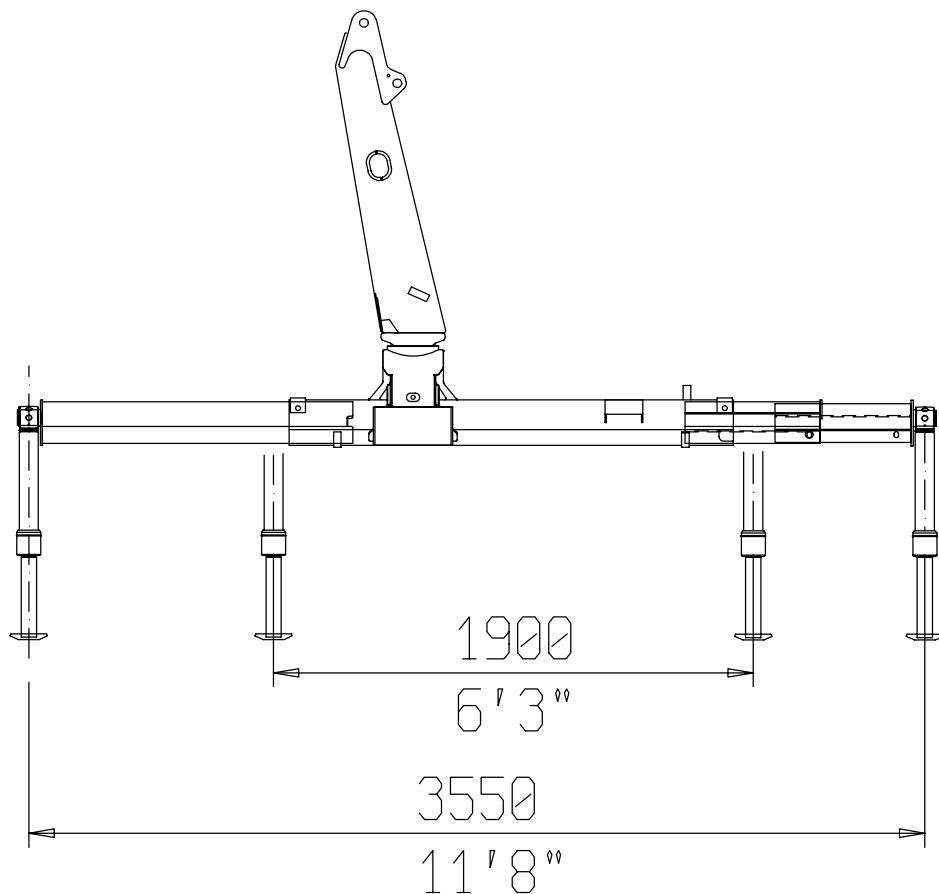

Fig.5-1
5.2 BRAS STABILISATEURS EXTRALARGES (Fig. 5-1)
5.2 BRAZOS ESTABILIZADORES EXTRA-ANCHOS (Fig. 5-1)